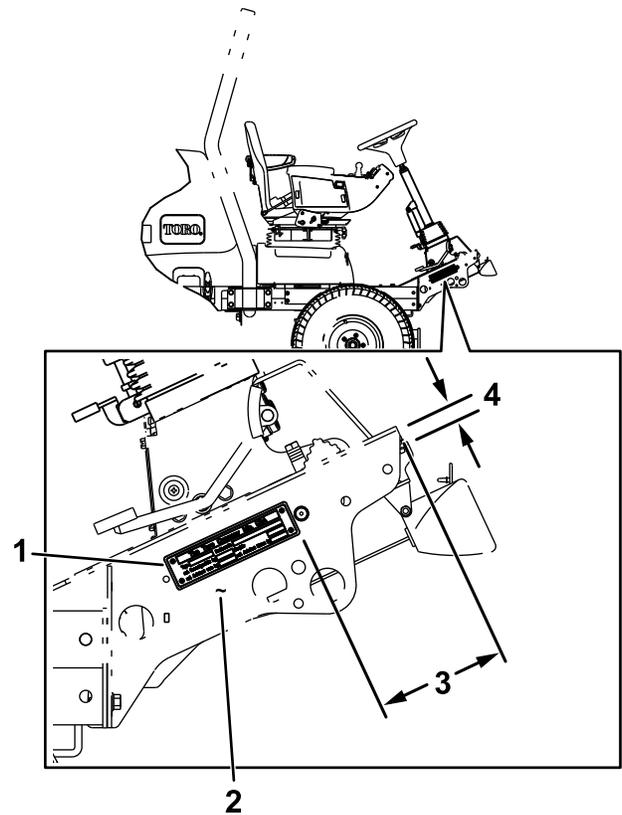

Figure 25
4. Fixez la plaque du numéro de série sur le côté droit de la machine, à 6 mm au-dessus du bord inférieur (Figure 25). Utilisez la plaque du
6. Frapper le numéro de série sur le cadre, près de la plaque du numéro de série (Figure 25).